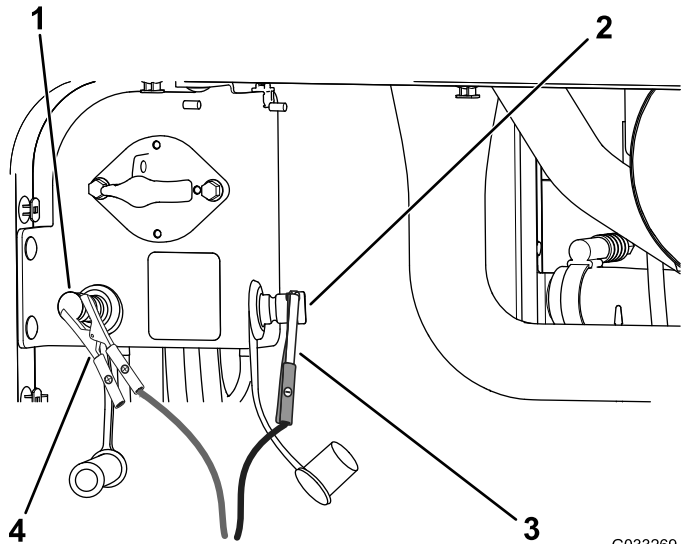

Figura 106
4. Conecte el cable puente positivo (+) al borne positivo de la batería del otro vehículo (Figura 106).
5. Conecte el cable puente negativo (-) al borne negativo de la batería del otro vehículo (Figura 106).
(-) del borne negativo de la batería del otro vehículo, y a continuación, que desconecte el cable puente positivo (+) (Figura 106).